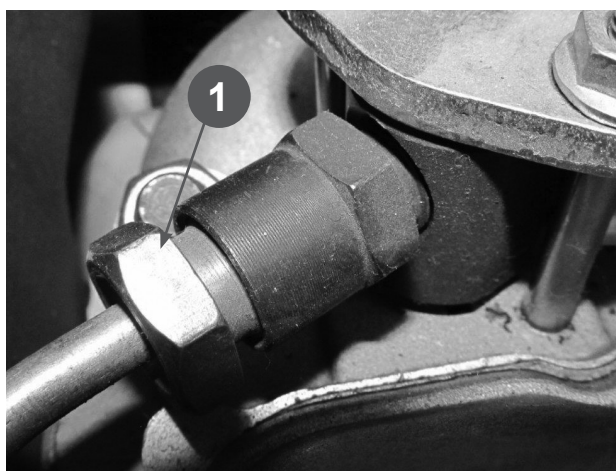

Рис.16
4. Открутите гайку (1) Рис.16 крепления топливopовода к форсунке. Удерживая декомпрессор в нажатом состоянии, ручным стартером прокручивайте коленвал двигателя до тех пор, пока из топливopовода не потечет топливо без пузырьков воздуха. Затем закрутите гайку крепления топливopовода к форсунке.